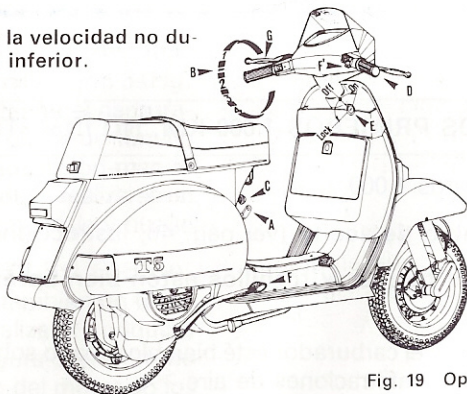

Fig. 19 Operaciones para el arranque
- Actuar sobre la palanca del embrague, permaneciendo en esta posición hasta el arranque del vehículo (fig. adjunta) (2).
- Introducir la velocidad y arrancar (ver fig. 19).